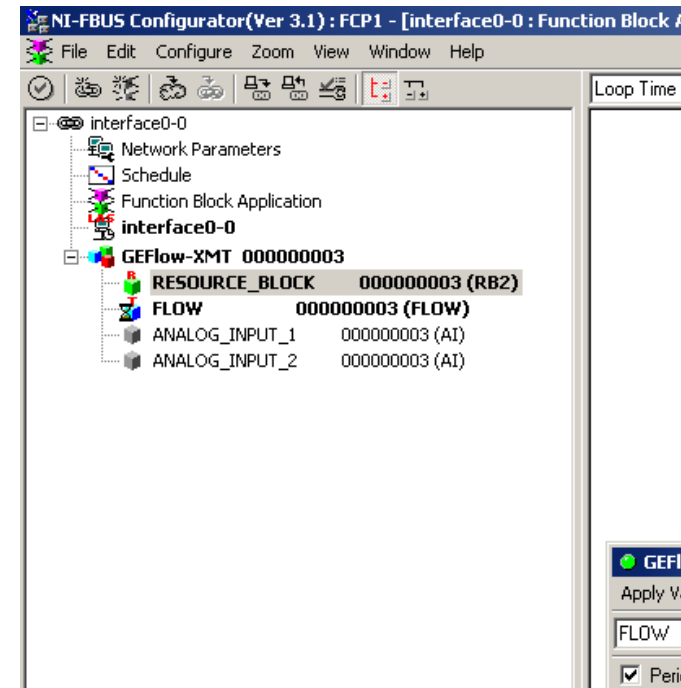

Figura 40: Exemplo de configuração do utilitário de configuração
A figura 40 mostra o utilitário de configuração com um medidor de vazão na rede (Panametrics Flow-XMT).
1. Faça duplo clique no bloco AI para o qual pretende definir as unidades (ANALOG_INPUT_1 ou ANALOG_INPUT_2 na árvore sob GEFlow-XMT; ver figura 40).
1. Faça duplo clique no bloco do transdutor FLOW (na árvore sob GEFlow-XMT; ver figura 40).